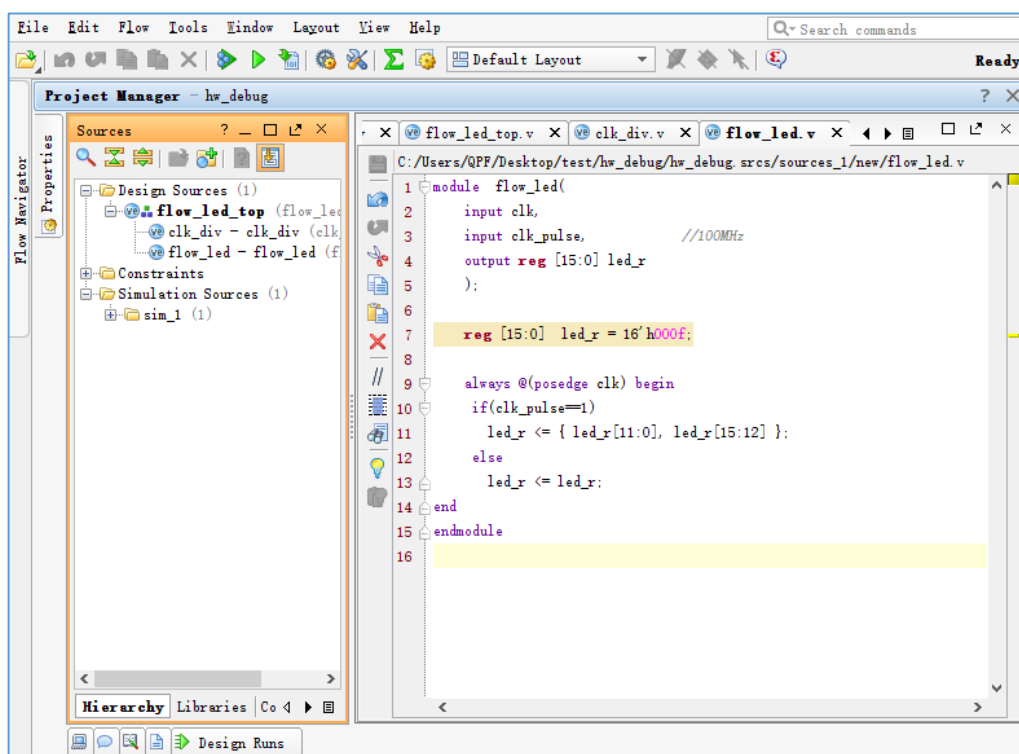

图 4.125 源文件
1. 本次实验如图 4.125 所示创建三个.v 文件，分别是顶层模块“flow_led_top.v”和被调用的两个子模块“clk_div.v”和“flow_led.v”。